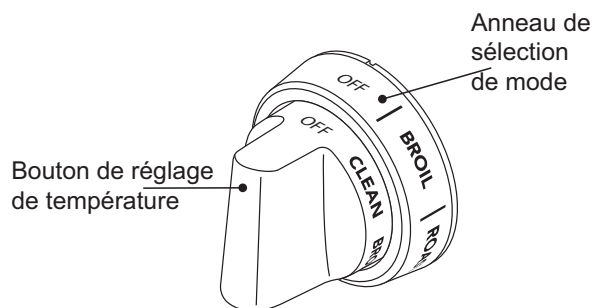

Figure 32 : Anneau de sélection de mode et bouton de réglage de température
- Régalez l'anneau de sélection de mode (Figure 32) à Bake (cuisson au four), Convection Bake (cuisson par convection) ou Roast (rôtissage).